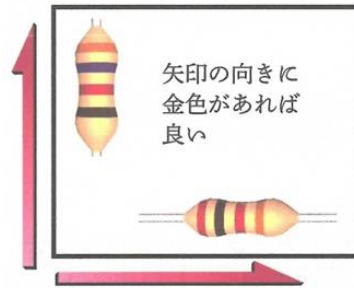

図4 炭素被膜抵抗器の取り付け向き
⑤炭素皮膜抵抗器は、カラーコードが、下から上、左から右の方向(図4に示した矢印の方向)に読めるように取付ける。